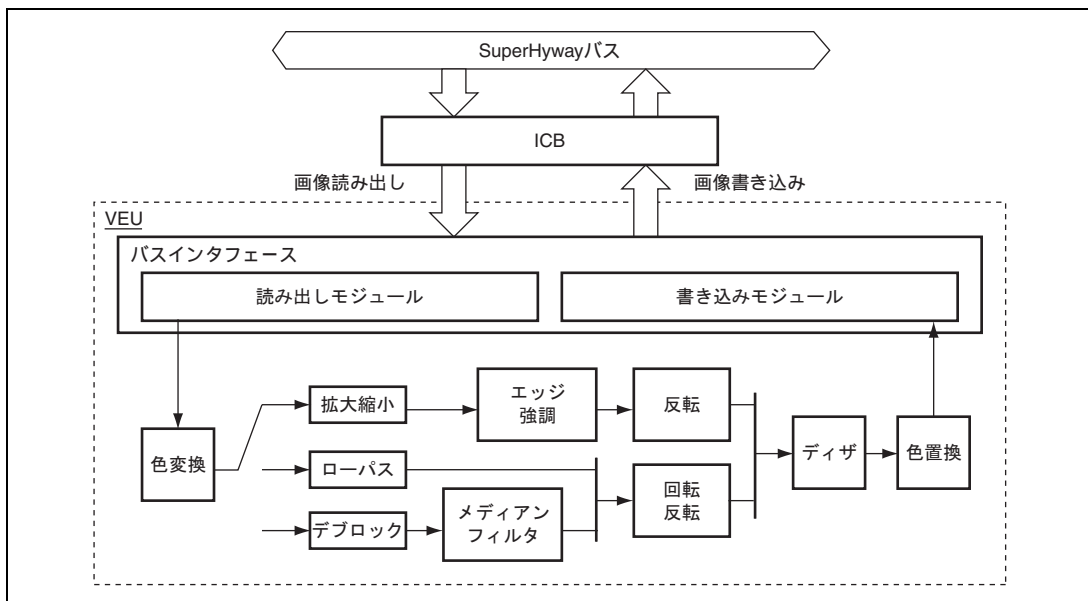

図 35.1 VEU のブロック図
VEU のブロック図を図 35.1 に示します。
- 【注】 図 35.1 において、反転とは左右反転および上下反転を表し、回転とは 90 度回転または 270 度回転を表します。拡大縮小後の反転回路では左右反転、上下反転、およびこの 2 つの反転の複合である 180 度回転を実行することができます。